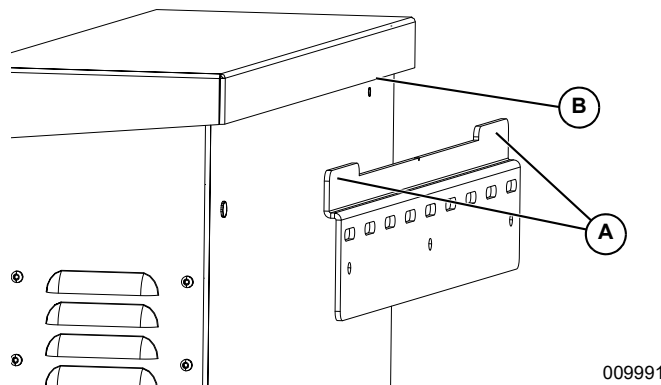

Figura 4-3. Montaje del inversor en el soporte
3. Consulte la Figura 4-3. Inserte las lengüetas del soporte de montaje (A) en la ranura del cuerpo del inversor (B).
NOTA: La Figura 4-3 tiene solo fines ilustrativos.